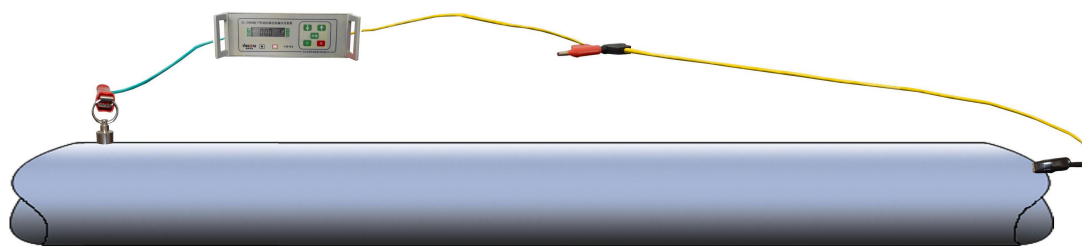

图6 回路法接线示意图
(3) **远距离回路法接地：**该方法是将发射线接到管道一端，将接地线延长接到管道另一端。工作时，在管道上形成回路。这一方法只有在解决特别复杂管网探测时才采用。回路法接线时以管道与地线作为传输回路的，导线与管道的距离必须是管道埋深的 10 倍以上，否则会因距离太近，影响管位的探测。远距离回路法接线、管道上信号最强。（见图 6）